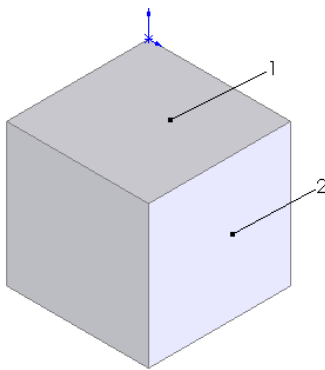

图 3-114 拉伸的图形
**04** 设置视图方向。单击“标准视图”工具栏中的“等轴测”图标，将视图以等轴测方向显示，结果如图 3-114 所示。
**06** 设置属性管理器。在“拔模类型”一栏的下拉菜单中，“中性面”选项；在“拔模角度”一栏中输入值 30 度；在“中性面”一栏中，选择图 3-114 中的面 1；在“拔模面”一栏中，选择图 3-114 中的面 2。